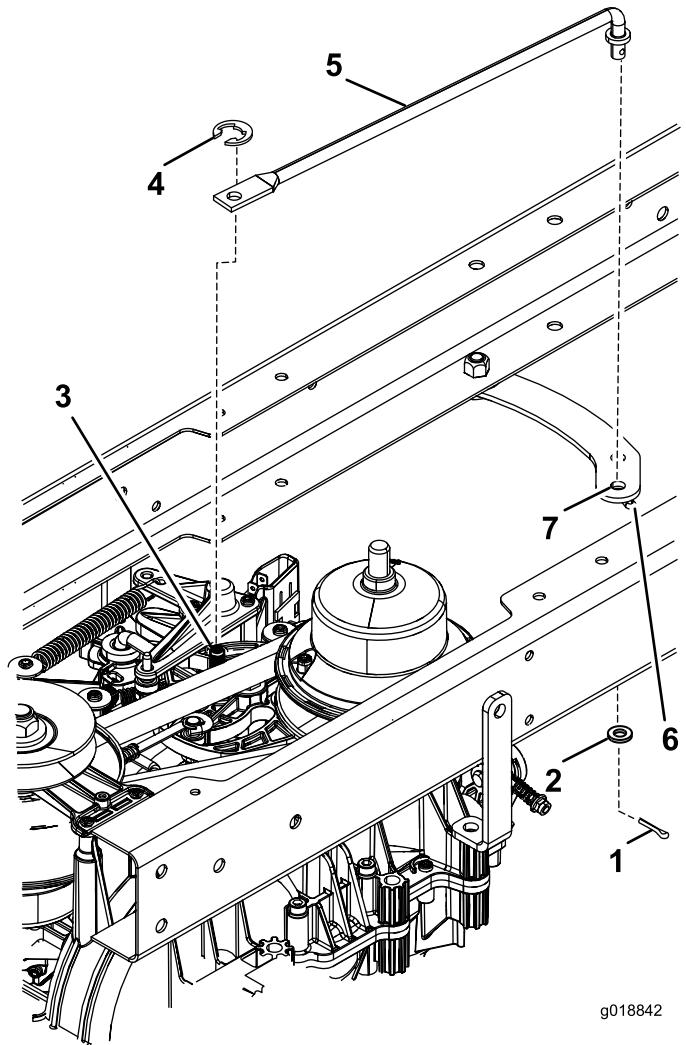

Figura 3
- Instale el brazo de acoplamiento trasera del control de movimiento usando la arandela plana y la chaveta (Figura 3) suministradas con este kit y la arandela de retención existente del paso 2.